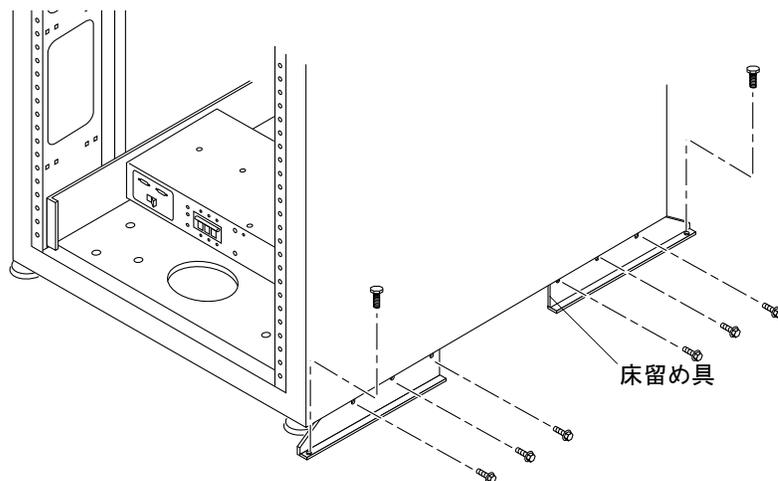

図 2-6 床留め具の取り付け
2. 7/16 インチのレンチを使用して、記憶装置システムの右の正面側と背面側に床留め具を取り付けます (図 2-6)。